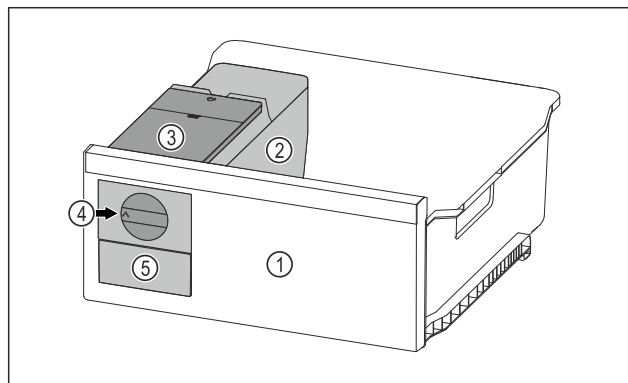

Fig. 128 Przykładowa prezentacja
- Pokrętko Fig. 128 (4) obrócić zgodnie z ruchem wskazówek zegara.
- Kostki lodu wypadają do pojemnika na kostki lodu w szufladzie na kostki lodu Fig. 128 (5). Jeżeli nie wszystkie kostki lodu zostaną zwolnione z pojemnika na kostki lodu: